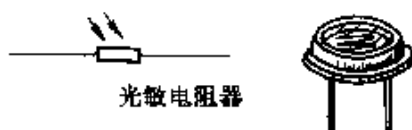

图 2-17
③ 图 2-17 所示为光敏电阻器的文字符号、图形符号和外形。光敏电阻器大多数由半导体材料制成,它是利用半导体的光导电特性原理工作的。当入射光线增强时,光敏电阻器的阻值减小;当入射光线减弱时,阻值增大。光敏电阻器又可分为红外光光敏电阻器、可见光光敏电阻器、紫外光光敏电阻器等,广泛应用于自动检测、光电控制、通信及报警等电路中。